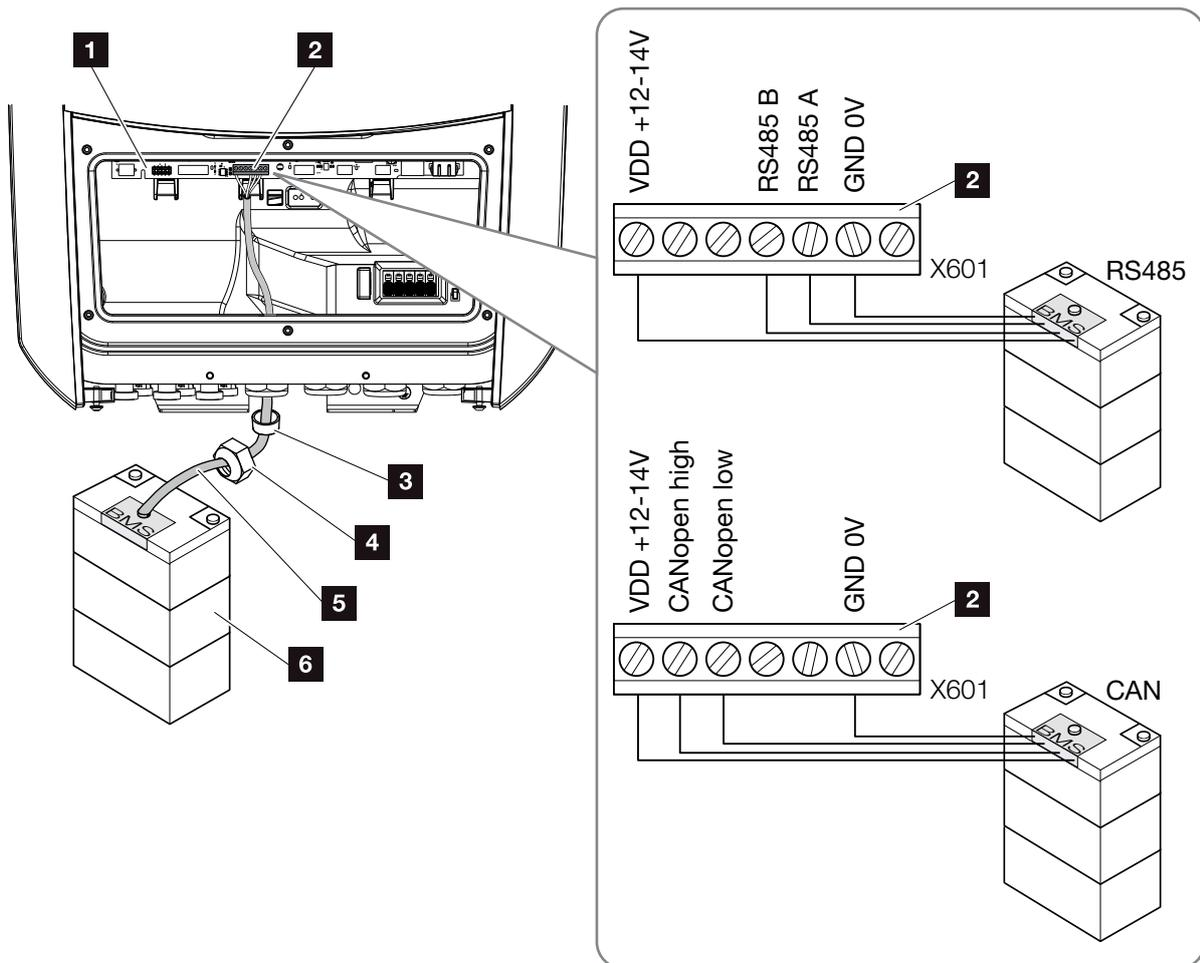

Fig. 36 : Raccordement du câble de communication de la batterie via RS485 ou CAN
3. Raccorder le câble de communication (RS485 ou CAN) à l'interface de communication de la carte SCB (Smart Communication Board).  **Fig. 36, pos. 2**